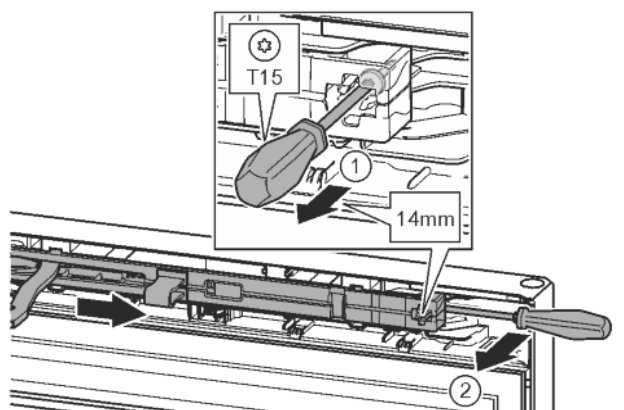

Fig. 10
- ▶ Ослабить винт на узле амортизатора с помощью отвертки T15 примерно на 14 мм. Fig. 10 (1)
- ▶ Отверткой со стороны ручки переместиться за узел амортизатора и повернуть вперед. Fig. 10 (2)
- ▶ Извлечь узел амортизатора. Fig. 10 (3)